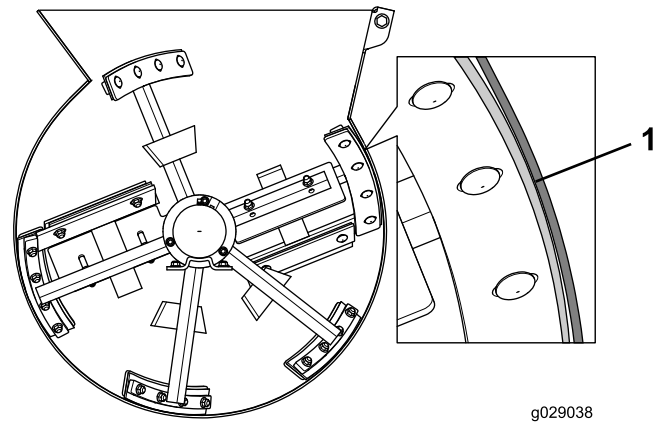

Figure 46
5. Ajustez la position du racloir pour qu'il soit légèrement en contact, sur toute sa longueur, avec la cuve (**Figure 46**).